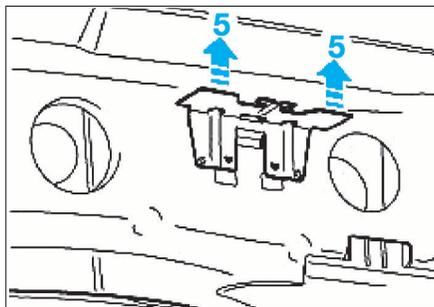

FIG. 11
- Déposer les agrafes (5) (Fig.11).